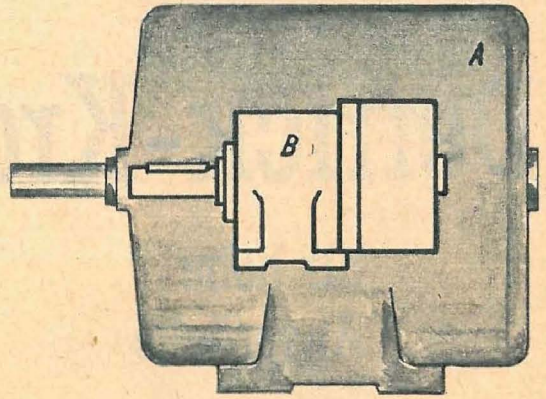

Abb. 4 Größenvergleich zwischen einem Wechselstrommotor (A) und einem Hydromotor (B) gleicher Leistung.
- Verminderung der Bauabmessungen (Abb. 4) und der Masse bei gleicher Leistung;